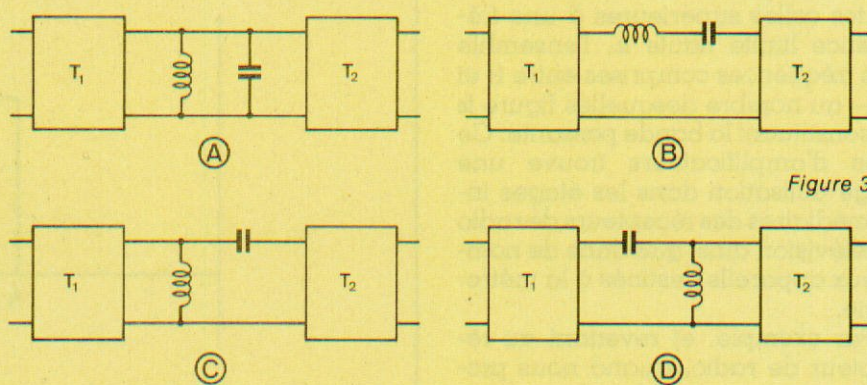

Figure 3
- Réseau parallèle-parallèle (fig. 3 A).
- Réseau série-série (fig. 3 B).
- Réseau parallèle-série (fig. 3 C).
- Réseau série-parallèle (fig. 3 D).